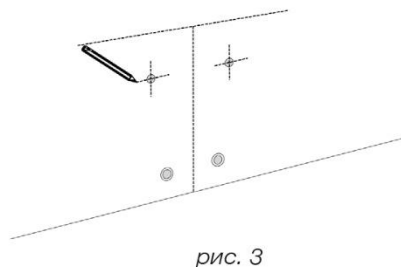

рис. 3
2. Измерьте и отметьте положение отверстия для подвешивания корпуса биде (рис.3);